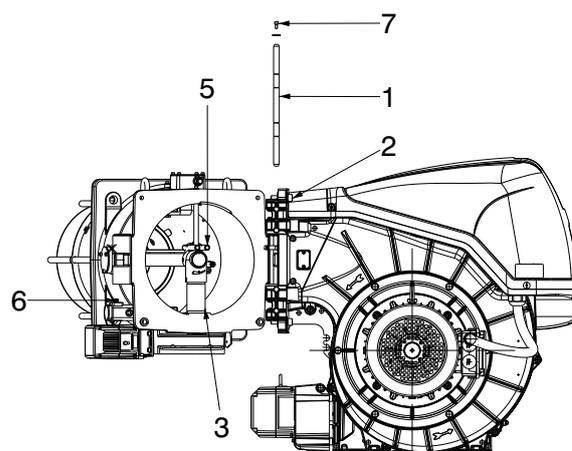

Fig. 14
Il bruciatore esce dalla fabbrica predisposto per l'apertura verso sinistra, mantenendo quindi il perno 1)(Fig. 14) in sede.
- A scollegare la spina/presa 6)(Fig. 14) del pressostato gas di massima;
- D aprire il bruciatore completamente come in Fig. 14;
Per l'apertura del bruciatore dal lato opposto, prima di togliere il perno 1)(Fig. 14), verificare che le 4 viti 2) siano serrate.